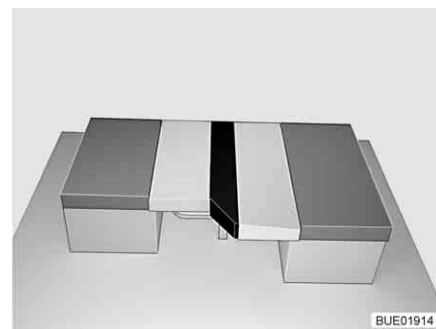

Bild 99 Efter ombyggnaden
- Skjut in den extra dynan som visas mellan ryggdynan och sittdynan (se Bild 99).